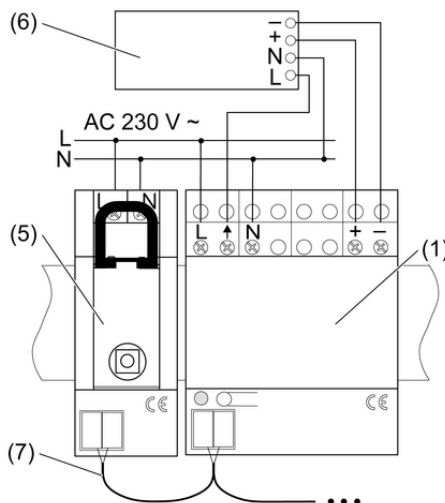

Figure 2
- Monter l'unité de commande (1) sur le rail profilé.
- Raccorder l'unité de commande et le contrôleur de lampes (6) conformément au schéma de raccordement (figure 2).
- Relier l'unité de commande à la borne de raccordement (4) avec un câble de bus (7) avec le récepteur radio REG (5) ou avec d'autres actionneurs radio.